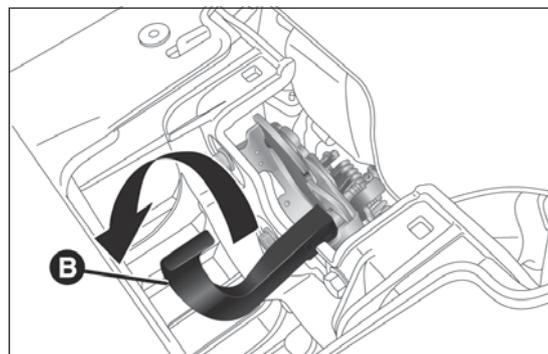

fig. 103
- accionar la palanca B fig. 103 en el sentido indicado por la flecha y levantar el capó.